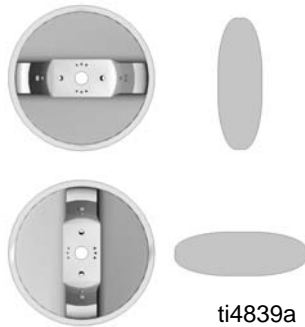

FIG. 2
1. Ruotare il cappello di polverizzazione per ottenere il ventaglio di spruzzatura desiderato. Vedere la FIG. 2.